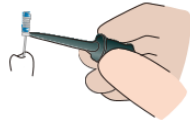

Fig.17
- Introduzca la lima en el conducto radicular y sujete el clip de la lima en la parte metálica de la lima (Fig. 17);